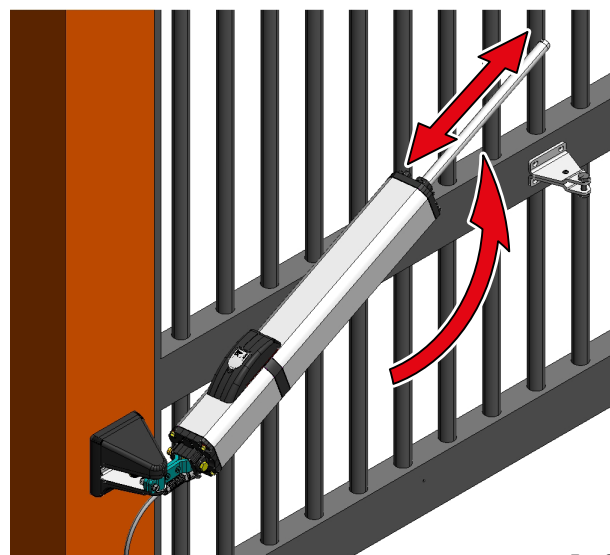

Fig.27
6. Schakel de voeding naar de aandrijving in, en beweeg de stang achter elkaar helemaal naar binnen en naar buiten tot de beweging vloeiend is (Fig. 27).